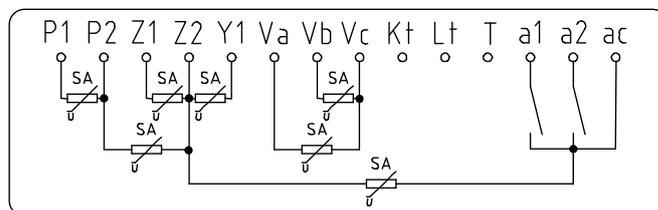

図11 SA(避雷器)の設置
3. 各端子間の測定および印加は行わないでください。(図11)